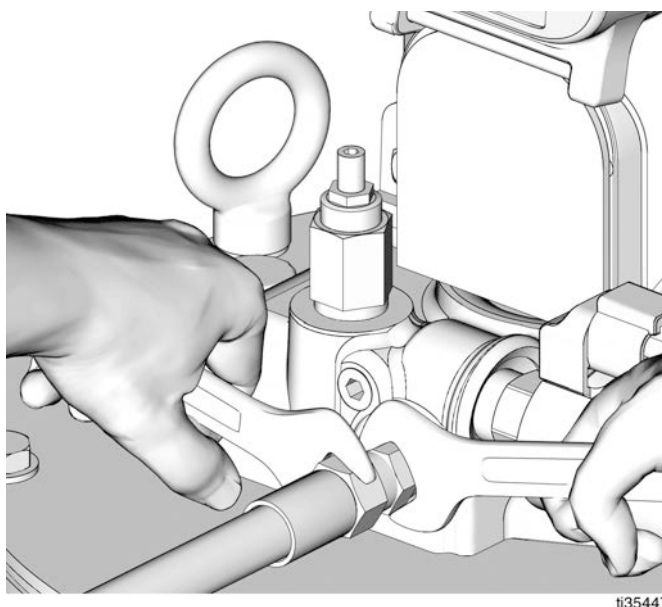

FIG. 1
Para aliviar la presión del sistema, ponga dos llaves en el accesorio de salida de la bomba y haga fuerza en direcciones opuestas para aflojarlo poco a poco, hasta que no salga más lubricante o aire por el mismo (FIG. 1).
9. Utilice dos llaves inglesas operando en direcciones opuestas para apretar el accesorio de salida de la bomba (FIG. 1).